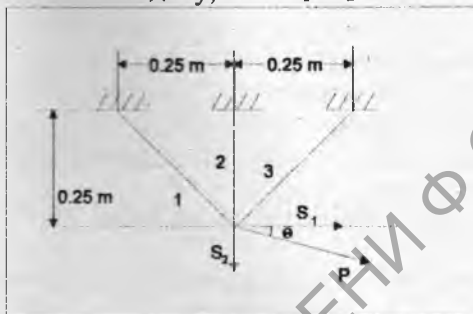

Рис.15.
16. Необходимо оптимально спроектировать трехстержневую ферму (Рис.15) так, чтобы ферма была бы легкой и удовлетворяла ограничениям на напряжение  $\sigma_i < [\sigma]$ ,  $i=1,2,3$ , т.е. выбрать площадь поперечных сечений стержней  $x_1, x_2, x_3$  так, чтобы вес был минимальным.